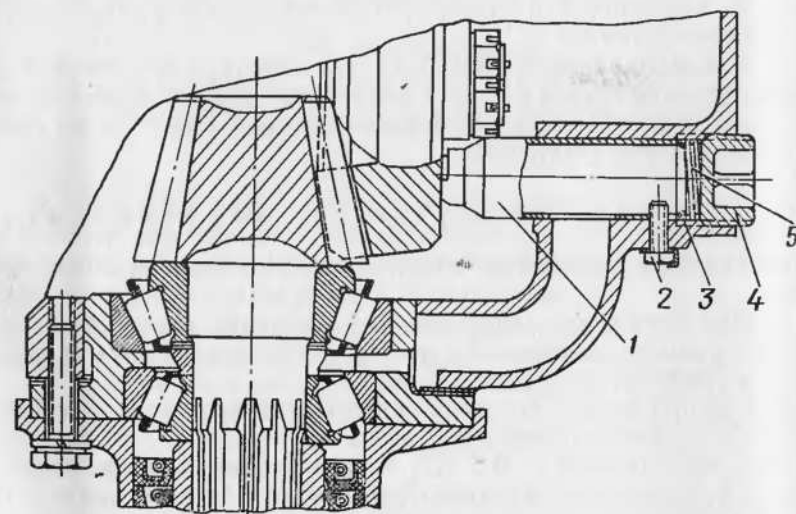

Рис. 37. Установка маслоотражателя ведомой шестерни главной передачи:
1. Отстопорить и вывернуть болт 2 (рис. 37), вывернуть пробку 4, снять тарелку 3, снять пружину 5 и вынуть трубку 1.
21. Установить трубку 1 (рис. 37), установить пружину 5, тарелку 3, ввернуть пробку 4, завернуть болт 2 и застопорить его стопорной пластиной.